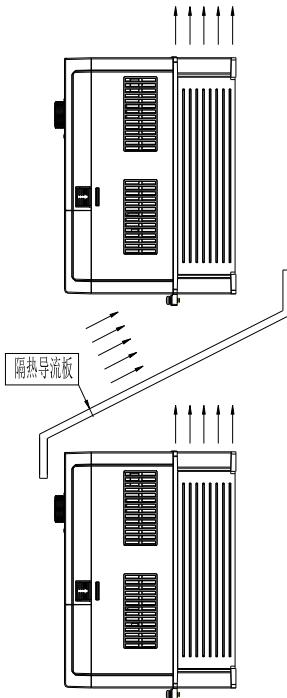

图3-2. A500/A500S变频器安装示意图
- 1) 请垂直安装变频器，便于热量向上散发。但不能倒置。若柜内有较多变频器时，最好是并排安装。在需要上下安装的场合，请参考图3-2的示意，安装隔热导流板。